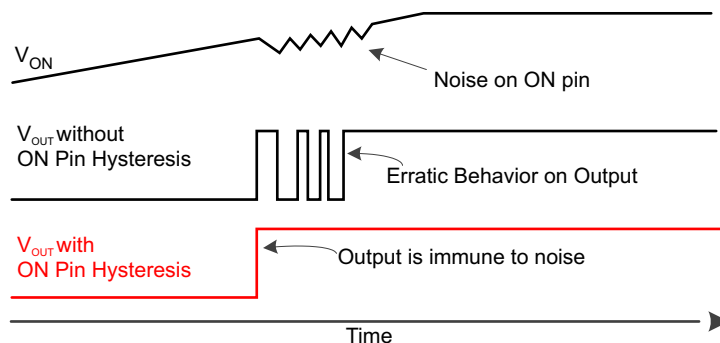

图 10. ON 引脚滞后
- ON 引脚滞后功能可使 GPIO 使能更稳定。由于 ON 引脚上存在逻辑高电平与逻辑低电平的电压差，即使 GPIO 线上出现噪声，控制电路也将按预期工作。图 10 说明了 ON 引脚滞后如何为 GPIO 使能线提